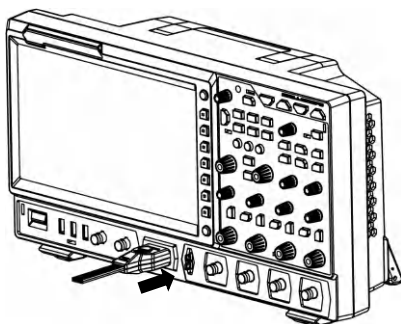

图 1-9 连接逻辑探头
1. 将逻辑探头单线端按正确的方向连接至示波器前面板的数字通道输入端，如图 1-9 所示。